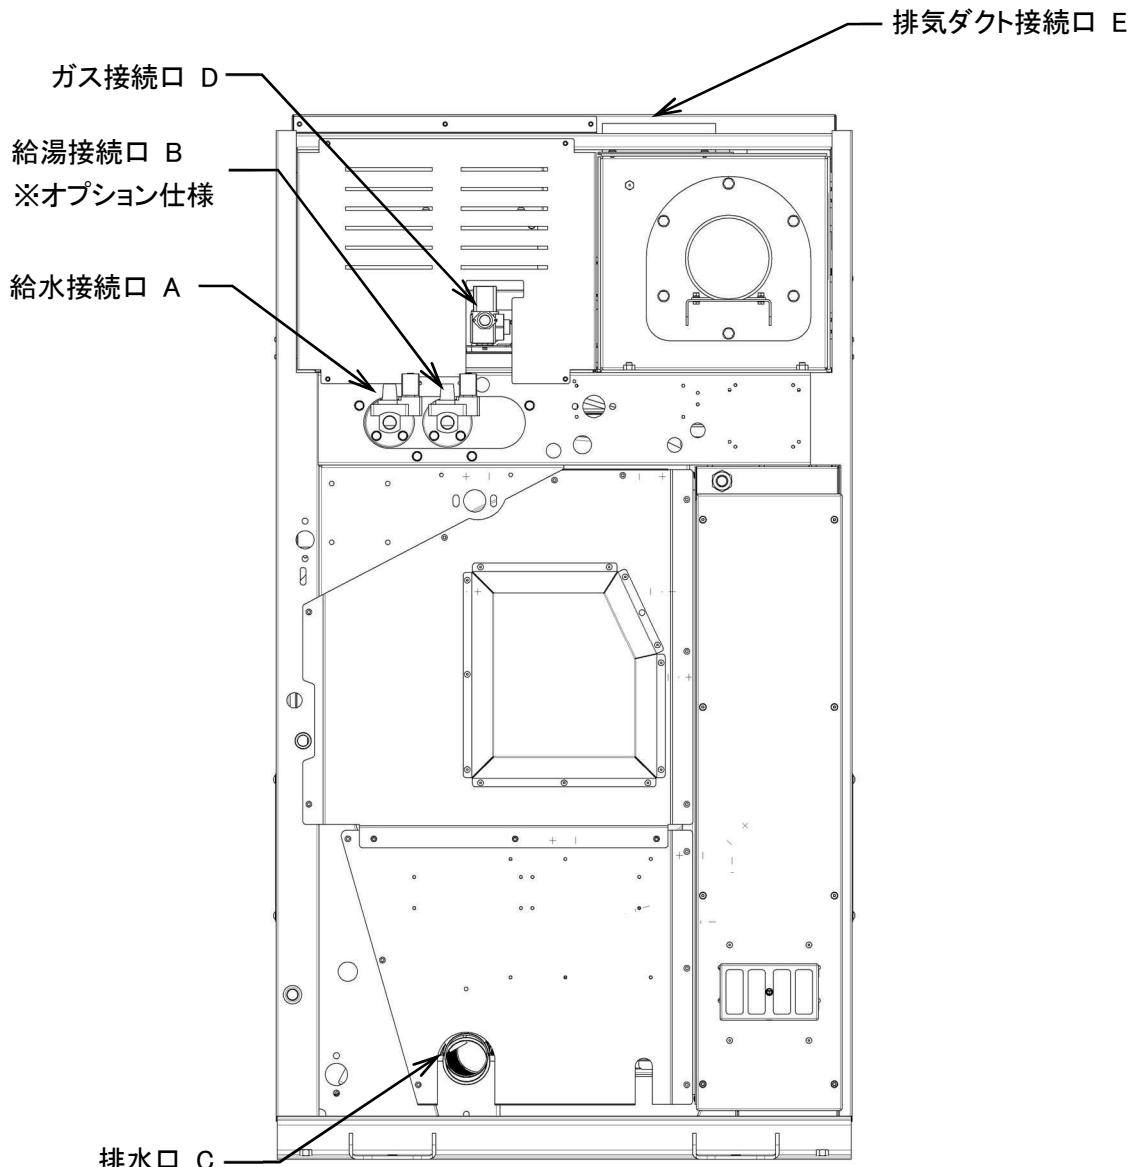

図 5-1
- ・ 給水接続口 A に配管を接続します。(図 5-1)
- ・ 給水接続口 B に配管を接続します。(図 5-1)
- ・ 排水口 C に配管を接続します。(図 5-1)
- ・ ガス配管接続口 D に配管を接続します。(図 5-1)
- ・ 排気ダクト接続口 E にダクトを接続します。機械の排気ダクト径は、外形は $\phi 198\text{mm}$ です。(図 5-1)